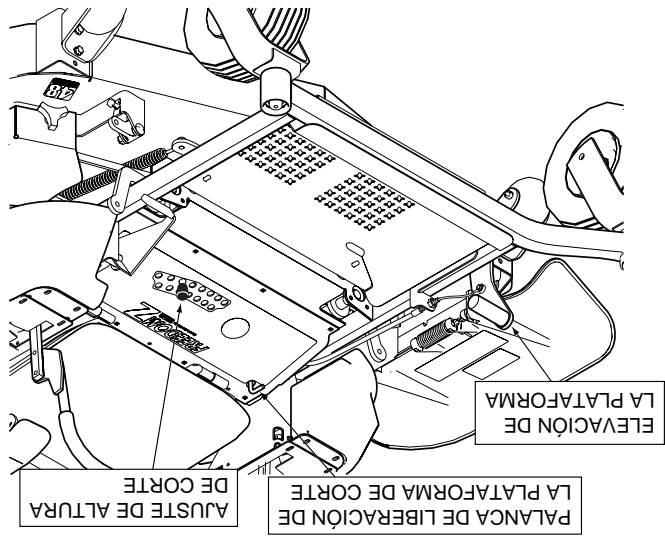

Figura 4-4 Ajuste de altura de la plataforma de corte
2. Empuje el pedal de pie de ajuste de la altura de corte completamente hacia adelante con su pie derecho hasta que se asegure en su lugar. (Figura 4-4, página 18)
3. Inserte el pin en el indicador de altura de corte en la altura de corte deseada. Empuje hacia adelante la palanca de pie de la elevación de plataforma, manténgala en posición y levante la palanca de liberación de plataforma, (Figura 4-4). Libere lentamente el pedal. Hay una calcomanía de la altura de plataforma ubicada en el indicador de altura como una ayuda para ajustar la plataforma a la altura deseada. (Figura 4-4)